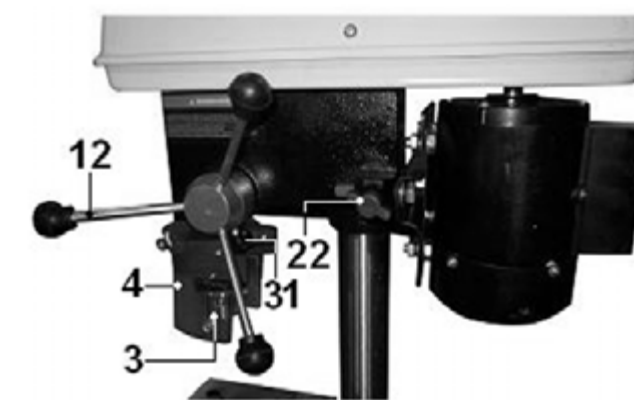

Рис. 4
- трещины металлоконструкции шпиндельной головки (17), Рис. 4;
9.9. Перемещая шпиндель за ручку (12), Рис.4, проверьте плавность хода шпинделя, Рис.4. Установочный винт (25) с контргайкой (26) предназначен для предотвращения проворачивания шпинделя. Если перемещение происходит не плавно или для перемещения нужно приложить усилие – необходимо произвести регулировку положения винта (25), предварительно ослабив контргайку (26). По окончанию регулировки закрепите положение контргайкой (26).
Регулировка (ограничение) глубины сверления производится винтом (31), Рис.4.
10.5. Установка высоты рабочего стола (2) задается перемещением разрезной муфты (14) по колонне (13). Перед изменением положения разрезной муфты (14) на колонне (13) необходимо ослабить её положение ручкой болта фиксации (15). После установки рабочего стола (2) на необходимую высоту ручкой болта